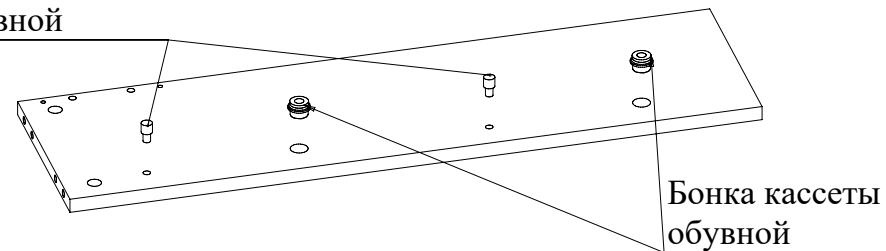

Рис. 3
3. Вставьте стопоры и бонки обувной кассеты в соответствующие отверстия в детали 1 и 2 (Рис. 3).